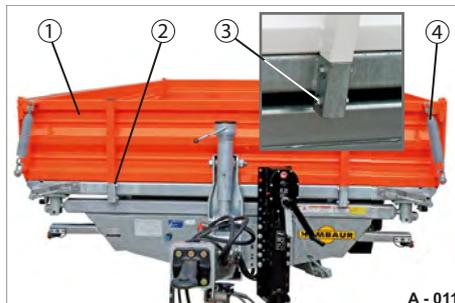

Abb. 13 Stirnbordwand montiert
Die Stirnbordwand (Abb. 13/1) ist fest am Fahrgestell befestigt.
Die Stirnbordwand wird in zwei Rungen (Abb. 13/2) eingesteckt und mit Schraubverbindung (Abb. 13/3) gesichert.
- ▶ Lösen Sie die Schraubverbindungen (Abb. 13/3) an den Rungen (Abb. 13/2).
- ▶ Lösen Sie die Bordwand-Hebefedern (Abb. 13/4).
- ▶ Heben Sie die Stirnbordwand (Abb. 13/1) aus den Rungen heraus.
- ▶ Setzen Sie die Stirnbordwand (Abb. 13/1) in die Rungen (Abb. 13/2) ein.
- ▶ Sichern Sie die Stirnbordwand mit den Schraubverbindungen (Abb. 13/3).
- ▶ Bringen Sie die Bordwand-Hebefedern (Abb. 13/4) an und sichern sie diese mit den Sicherungssplinten.